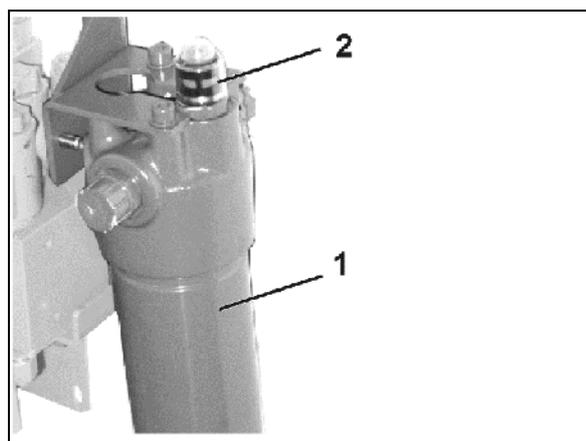

Fig. 111
10. Schaumstoffeinsatz (Fig. 111/1) montieren
11. Verteiler-Innenhaube (Fig. 111/2) montieren
12. Ring (Fig. 111/3) montieren
13. Verteileraußenhaube (Fig. 111/4) montieren